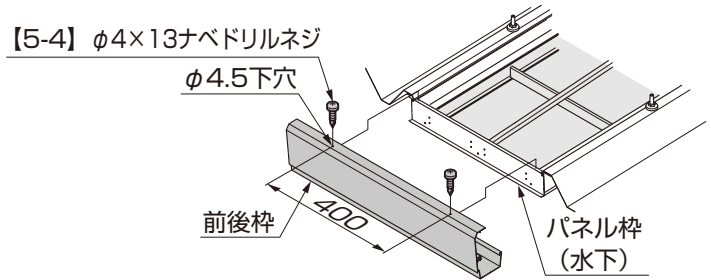

図7-7 前後枠の取付け
- ⑨前後枠にφ4.5の穴加工をしてください。(図7-7参照)
- ⑩前後枠をパネル枠に [5-4] で取付けてください。(図7-7参照)